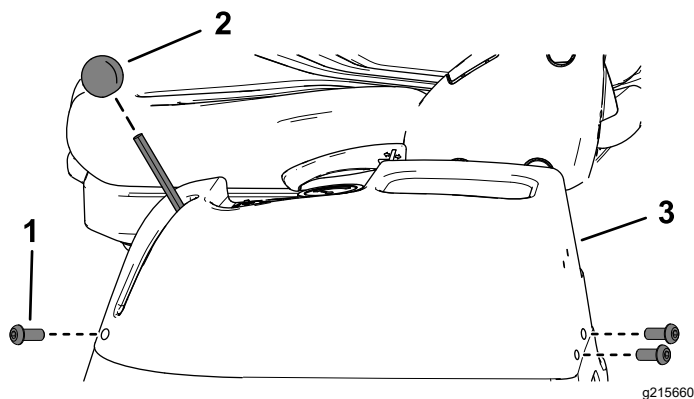

Figura 74
4. Rimuovete le 3 viti a esagono incassato dalla consolle di sinistra (Figura 74).
5. Rimuovete la manopola della leva dell'acceleratore (Figura 74).
6. Sollevare la consolle di sinistra e mettetela da parte (Figura 74).